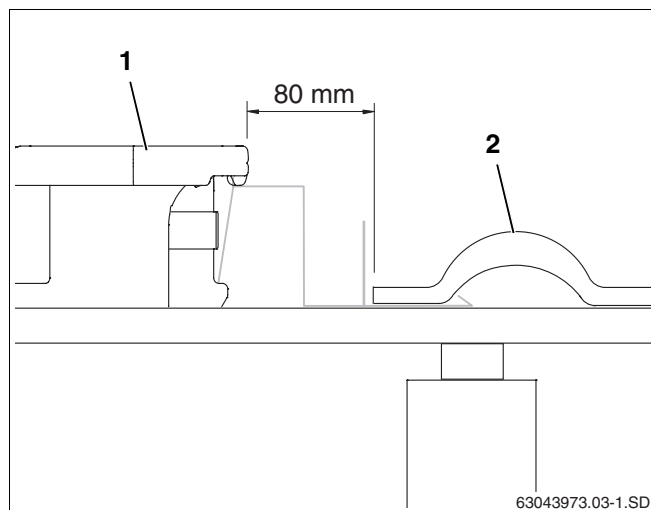

Fig. 22 Poser et visser le premier capteur
- Glisser le premier capteur (fig. 22, **pos. 1**) dans le dispositif anti-glissement et positionner à 80 mm de la tuile extérieure (découpée si nécessaire) (fig. 22, **pos. 2**).